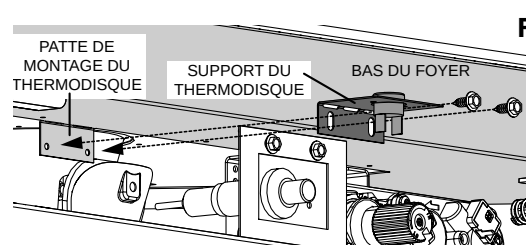

Fig. 4
K. Pliez le support du thermodisque à 90 degrés puis fixez-le au patte de montage utilisant les deux vis fournis, Figure 4. Assurez que le thermodisque touche le bas du foyer et que le harnais de fils est correctement fixé.